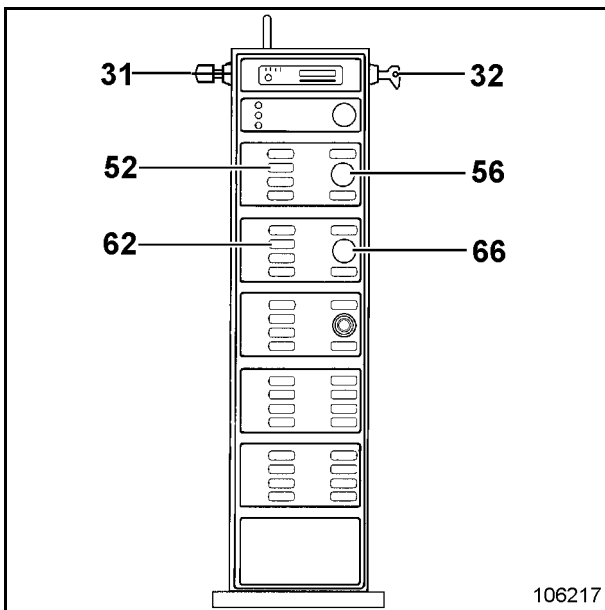
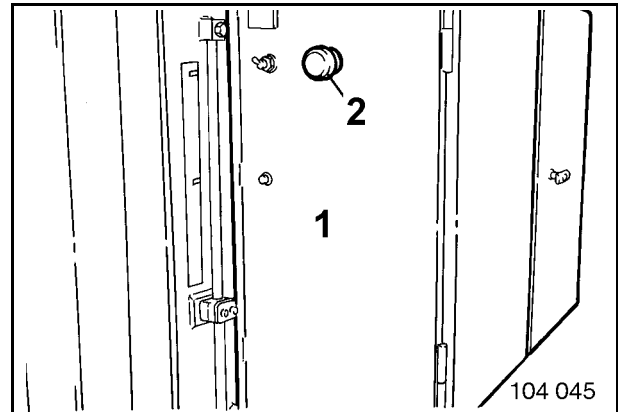

Fig. 2-72:
Fig. 2-73:
- Not-AUS Taster (31, Fig. 2-72: bzw. 2, Fig. 2-73:) aktivieren.
- Drehzahlverstellung (56 und 66, Fig. 2-72:) nach links bis zum Anschlag drehen (Leerlaufdrehzahl).
- Schlüssel in den Schlüsselschalter (32) einstecken und nach rechts drehen.